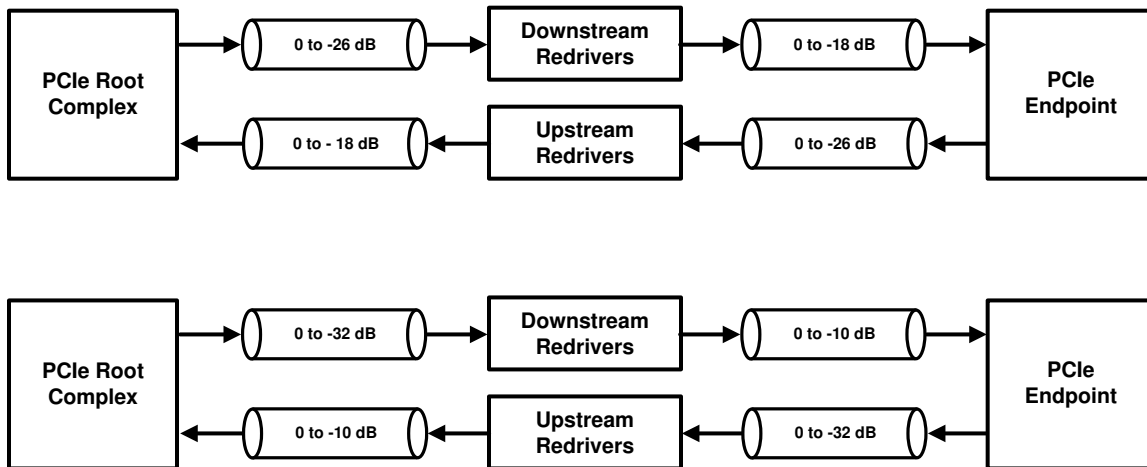

图 5-2. 转接驱动器放置选项：处于不同位置的上游和下游转接驱动器
- 也可将上游和下游转接驱动器放置在不同的位置，如图 5-2 所示，但对于大多数系统来说这可能不切实际。